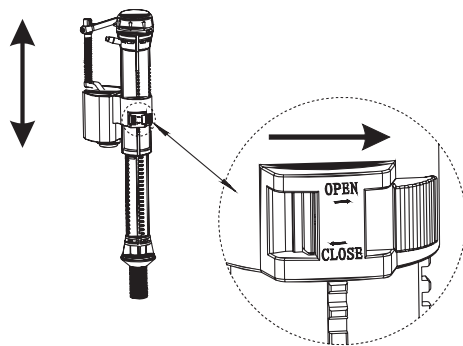

Рис. 5 / 5-сур.
- передвинуть фиксатор держателя поплавка, как показано на рис. 5;
- передвинуть держатель поплавка вверх или вниз, установив необходимую высоту (рис. 5);